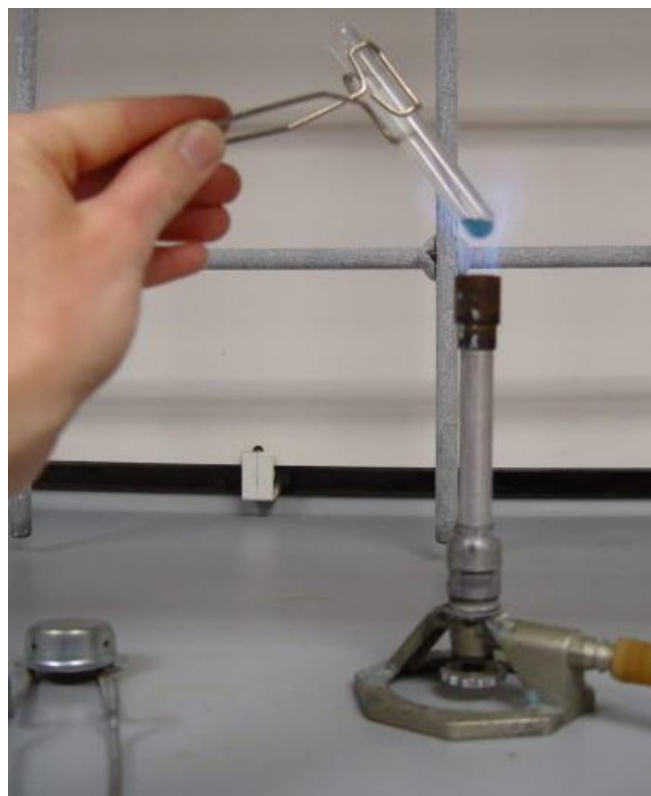

Figura 3.3. Esquema de la flama
- 2.2 Posicionar el tubo en un ángulo de 45 grados como lo muestra la figura 3.3 y cerciorarse de que la boca del tubo **no** esté dirigida hacia **ninguna** persona.